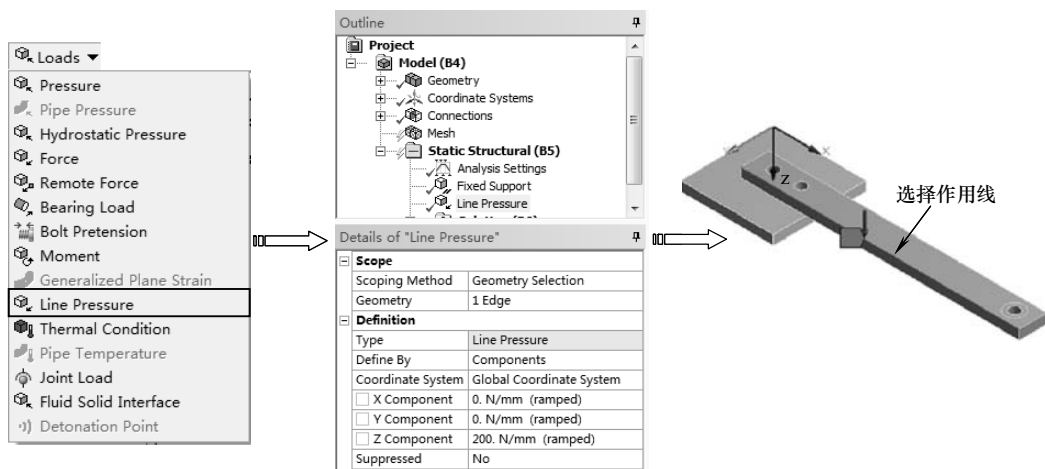

图 5-26 线压力
- ◇ Line Pressure (线压力): 线压力只用于三维分析中,它以载荷密度的形式在边上施加一个分布载荷,单位为力/长度,大小和方向的定义可以按照矢量、分量及切向,也可以定义时间和空间的分布载荷,如图 5-26 所示。